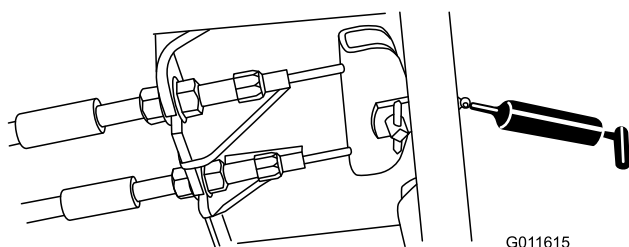

Рисунок 36
- Педаль тормоза (1 шт.) — Рисунок 36